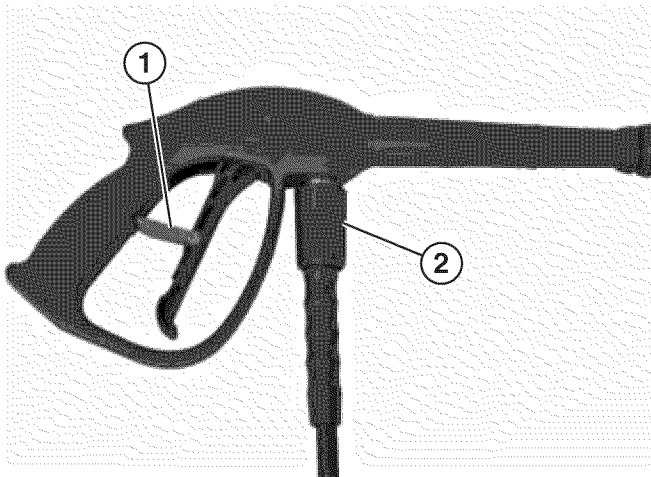

Figura 17 – Bloqueo del disparador en posición OFF (apagado)
16. Gire el bloqueo del disparador hacia arriba para trabar el disparador en la posición **OFF (Apagado)** (Ver Figura 17).
17. Instale la manguera de alta presión a la pistola atomizadora y ajuste el accesorio de la manguera (Ver Figura 17). No apriete demasiado. El accesorio sólo se debe ajustar a mano.